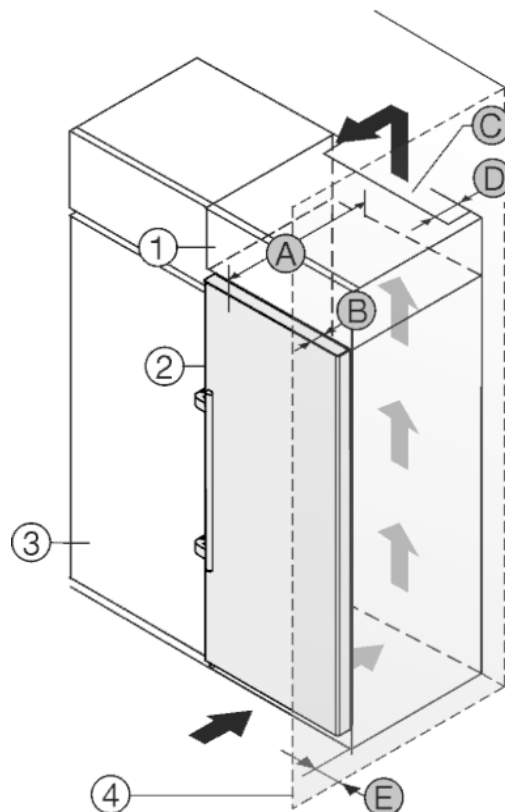

Fig. 19
Das Gerät kann mit Küchenschränken umbaut werden. Um das Gerät Fig. 19 (2) der Küchenzeilenhöhe anzugleichen, kann über dem Gerät ein Aufsatzschrank Fig. 19 (1) angebracht werden.
Das Gerät kann direkt neben dem Küchenschrank Fig. 19 (3) aufgestellt werden. Um die Türe vollständig öffnen zu können, muss das Gerät um die Tiefe Fig. 19 (B) gegenüber der Küchenschrankfront vorstehen. Abhängig von der Tiefe der Küchenschränke und Verwendung von Wandabstandshaltern kann das Gerät weiter herausragen.
- An der Rückseite des Aufsatzschrankes muss ein Abluftschacht mit der Tiefe Fig. 19 (D) über die gesamte Aufsatzschrankbreite vorhanden sein.
- Unter der Raumdecke muss der Entlüftungsquerschnitt Fig. 19 (C) eingehalten werden.
Wenn das Gerät mit den Scharnieren neben einer Wand Fig. 19 (4) aufgestellt wird, muss der Abstand Fig. 19 (E) zwischen Gerät und Wand eingehalten werden. Dies entspricht dem Griffüberstand bei geöffneter Tür.